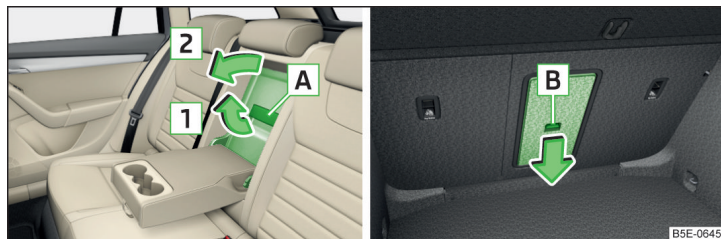

Fig. 114 Abrir la tapa: desde el habitáculo / desde el maletero
- Tirar el tirador **A** en el sentido de la flecha **1** y tirar hacia abajo la tapa en el sentido de la flecha **2** » fig. 114.
- Abata hacia abajo el apoyabrazos y la tapa en el respaldo » fig. 114 de la pág. 102.